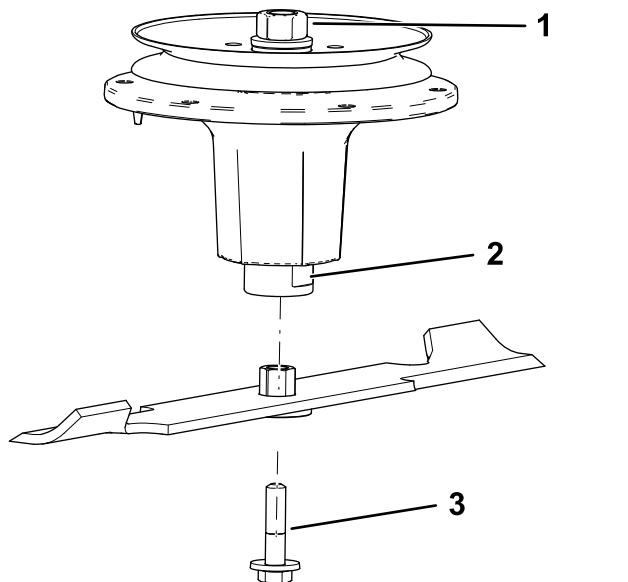

Figure 112
2. Installez l'ensemble douille et lame sur l'axe de pivot (Figure 112).